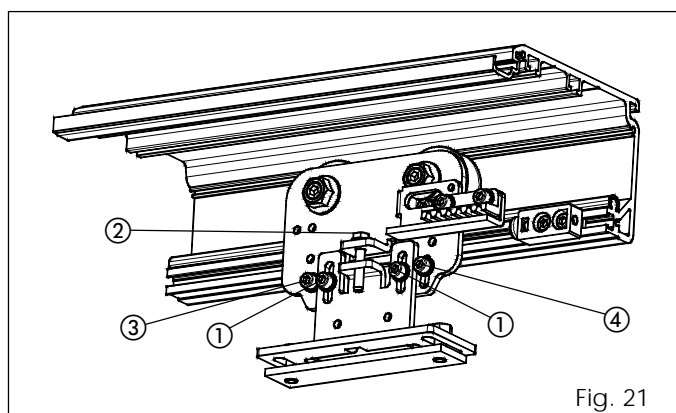

Fig. 21
- Allentare leggermente le due viti esagonali fig. 21 rif. ①.
- Agire sulla vite (fig. 21 rif. ②) in senso orario per alzare le ante oppure in senso antiorario per abbassare le ante.
- Allentare le due viti esagonali (fig. 21 rif. ③ e ④).
- Fare scorrere la vite di fig. 21 rif. ④ all' interno dell' asola, facendo in modo che la ruota di contropinta, durante il movimento del carrello, scorra sul profilo senza bloccarsi. Ricontrare che sia possibile bloccare la ruota senza causare l' arresto del carrello.